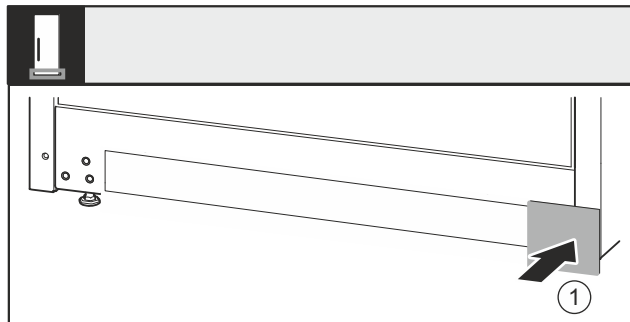

Fig. 39
- ▶ Uzlieciet atpakaļ pārsegu Fig. 39 (1) otrajā pusē.